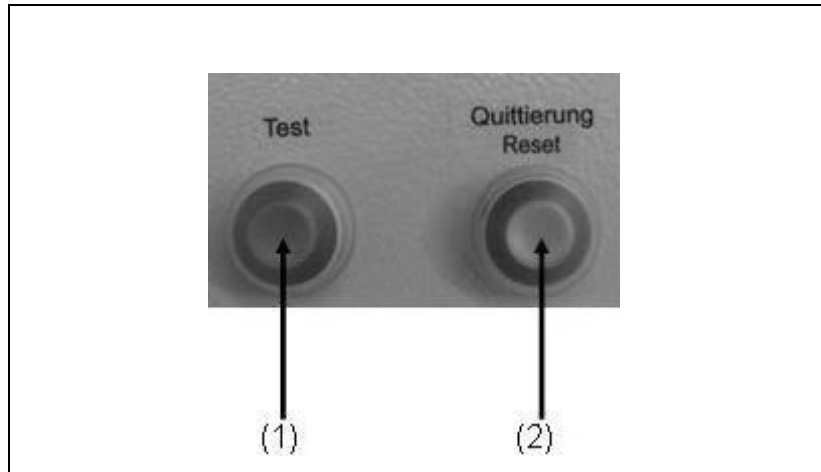

Fig. 5-3: Monitoraggio di isolamento con E-MCS 4.0
2. Premere il tasto di test (vedi Fig. 5-3-(2))
- 3. Dopo aver eseguito il controllo, bisogna premere il tasto reset (vedi Fig. 5-3-(1)) per rimettere in funzione il dispositivo.
- 2. Dopo aver spento e scollegato l'utenza bisogna premere il tasto reset (vedi Fig. 5-3-(1)) per rimettere in funzione il dispositivo.
- 2. Gli interruttori automatici devono essere situati in pos. 1.
- 3. Premere il tasto di test (vedi Fig. 5-3-(1))
Premere l'interruttore a pressione (fig. 5-3-(1)) fino a quando esso non scatta in posizione (il LED si illumina in verde).